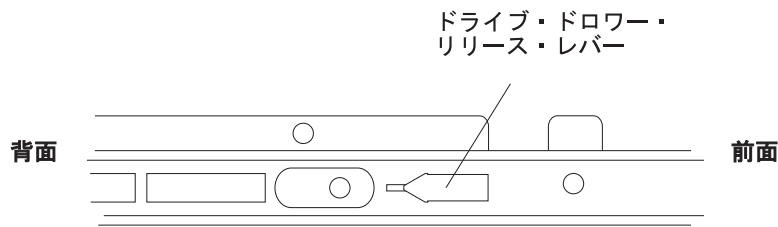

図 92. ドライブ・ドロワーの側面にあるドライブ・ドロワー・リリース・レバー
- d. ドライブ・ドロワーの両側面にあるドライブ・ドロワー・リリース・レバー (図 92 を参照) を手前にスライドさせ、ドライブ・ドロワーをエンクロージャーから取り外します。